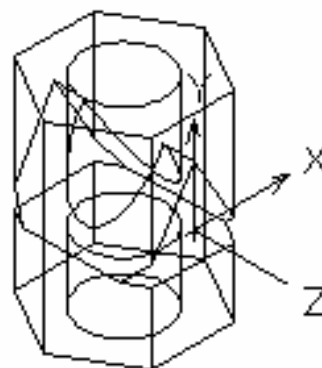

Рис. 4.10
- b) на запрос выбора тел, которые будут вычитаться (Select solids and regions to subtract), прицелом щёлкнуть цилиндр и трехгранную призму, **Enter** – рис. 4.10.